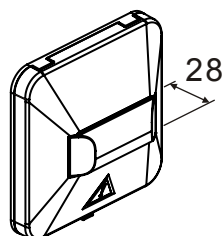

Fig. 1
- FDAI92-Ex (Fig. 1) for surface mounting
- FDAI92-Ex (Fig. 1) für Aufputzmontage